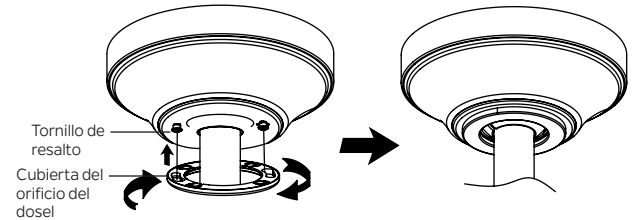

Figura 17
**Paso 3.** Fije y apriete firmemente la cubierta del orificio del dosel sobre los tornillos de resalto en el soporte de montaje utilizando la función de bloqueo por giro de la ranura de llave. (Figura 17)